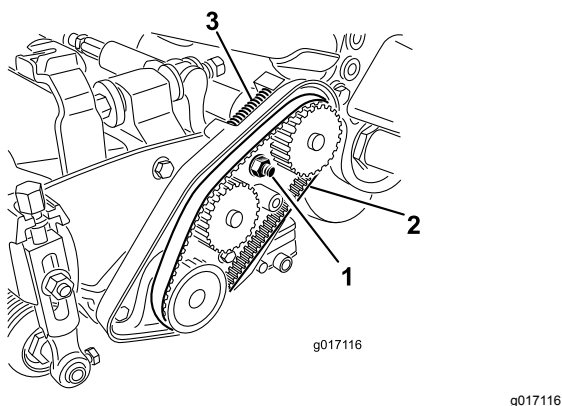

Figure 46
A. Desserrez l'écrou de fixation du logement de roulement (Figure 46).
- C. Enlevez les débris présents dans le compartiment de la courroie et autour du ressort de compression (Figure 46).